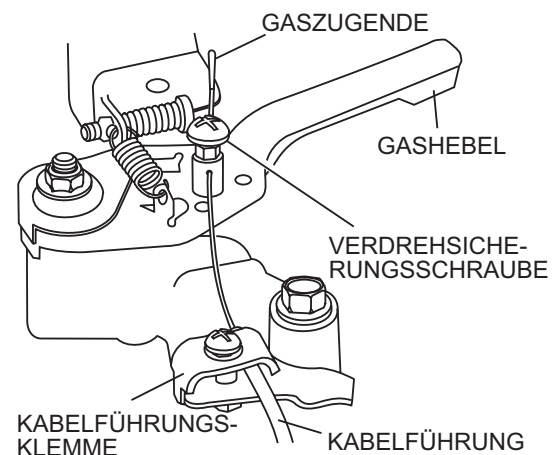
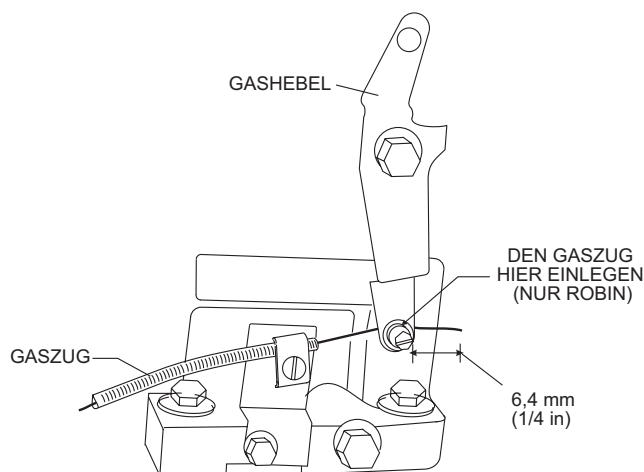

Abbildung 8. Gaszuganschluss (HONDA)
Abbildung 9. Gaszuganschluss (ROBIN)
3. Den Gaszug am Motor befestigen. **Honda** (Abbildung 8) und **Robin** (Abbildung 9). Am Glätter sollte ein Draht angebracht sein, der zeigt, wie der Gaszug geführt werden muss. Beim Anbringen der Kabelführung muss darauf geachtet werden, dass die Kabelführung nicht mehr als **6,4 mm (1/4 in)** über die Führungsklemme am Motor übersteht.